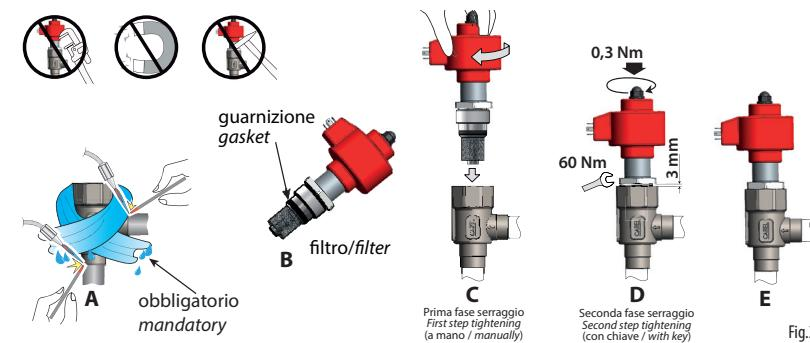

Fig.3
La valvola deve essere saldata al circuito seguendo la corretta direzione del flusso. Seguire la successione indicata in Fig. 3:
- Procedere alla saldatura orientando la fiamma verso l'estremità dei raccordi come da Fig. 3-A, insufflando in direzione ad uscire un opportuno gas inerte, utilizzando obbligatoriamente uno straccio bagnato avvolto al corpo valvola durante tutta l'operazione di saldatura. È consigliato l'utilizzo di una lega a base argento, Ag134 (ISO17672, composizione Ag 34% Cu 36% Zn 27,5% Sn 2,5%) oppure Ag145 (ISO17672, composizione Ag 45% Cu 27% Zn 25,5% Sn 2,5%). Il corpo valvola può essere saldato mediante GTAW (Gas Tungsten Arc Welding). La temperatura del corpo valvola deve essere sempre inferiore ai 100 °C.
- Verificare che la guarnizione (cod. E3VORI0300) della cartuccia sia presente e posizionata in sede (Fig. 3-B);
- Verificare che il filtro in rete metallica in dotazione (cod. E3VFL0100) sia inserito sulla cartuccia (Fig. 3-B). In caso contrario, posizionarlo come in figura e portarlo in battuta;
- Prima fase serraggio (a mano). Avvitare la cartuccia nell'apposito alloggiamento filettato del corpo valvola; eseguire l'operazione manualmente fino a 3 mm dalla completa battuta (Fig. 3-C). **Attenzione!** Fino a questa altezza, il montaggio manuale deve risultare agevole; in caso contrario, l'otturatore potrebbe non essere inserito correttamente nell'orifizio. **Attenzione!** Nel caso in cui lo stelo filettato fuoriuscisse completamente dalla sede di lavoro della cartuccia avvitare lo stelo senza il motore inserito e ruotare fino a quando non si sente un piccolo scatto (il quadro antirotazione è tornato in sede). Portare il driver in funzionamento manuale ed impostare un numero di passi pari a 480 (completa apertura); avviare la sequenza di passi, lo stelo si posizionerà all'interno della guida antirotazione per poter essere correttamente installato.
- Seconda fase serraggio (con chiave). Serrare la cartuccia sul corpo della valvola con una coppia di serraggio suggerita di 60 Nm utilizzando una chiave a forchetta 32 (Fig. 3-D). **Attenzione!** Nel caso in cui l'otturatore non sia inserito correttamente nell'orifizio, il serraggio finale potrebbe danneggiare la cartuccia.
- Inserire il motore nella cartuccia fino a fondo corsa, seguendo le indicazioni di Fig. 3-D e collegarlo al driver CAREL secondo le istruzioni riportate nelle Fig. 5-6.
The valves must be welded to the circuit ensuring the correct direction of flow. Follow the sequence illustrated in Fig. 3:
- When welding, direct the flame towards the ends of the fittings, as shown in Fig. 3-A, blowing a suitable inert gas in the outward direction with respect to the valve body, and wrapping a wet rag around the valve body throughout the welding process. It is recommended to use a silver-based alloy, Ag134 (ISO17672, composition Ag 34% Cu 36% Zn 27.5% Sn 2.5%) or Ag145 (ISO17672, composition Ag 45% Cu 27% Zn 25.5% Sn 2.5%). The valve body can be welded using the GTAW (gas tungsten arc welding) process. The valve body temperature must never exceed 100 °C.
- Check that the cartridge gasket (P/N E3VORI0300) is positioned correctly in place (Fig. 3-B);
- Check that the metal mesh filter supplied (P/N E3VFL0100) is fitted on the cartridge (Fig. 3-B). If not, position it as shown in the figure so that it is secured in place;
- First tightening (by hand). Screw the cartridge into the threaded seat on the valve body; screw by hand until 3 mm from fully tightened (Fig. 3-C). **Caution!** Up to this height, manual assembly should be easy; otherwise, the valve member may not be properly inserted into the opening.
- Second tightening (by spanner). Tighten the cartridge onto the valve body to a suggested tightening torque of 60 Nm using a 32 mm open-ended spanner (Fig. 3-D). **Caution!** If the member is not properly seated in the opening, final tightening may damage the cartridge.
- Insert the motor into the cartridge as far as it will go, following the instructions shown in Fig. 3-D and connect it to the CAREL driver, according to the instructions shown in Fig. 5-6.
Le détendeur doit être soudé au circuit en prenant soin de suivre la direction du flux. Suivre l'ordre indiqué sur la Fig. 3:
- Procéder au soudage en dirigeant la flamme vers l'extrémité des raccords comme indiqué sur la Fig. 3-A, en insufflant du gaz inerte vers la sortie en utilisant obligatoirement un chiffon humide enroulé autour du corps du détendeur pendant toute l'opération de soudage. Il est conseillé d'utiliser un alliage à base d'argent, Ag134 (ISO17672, composé de Ag 34 % Cu 36 % Zn 27,5% et Sn 2,5%) ou bien Ag145 (ISO17672, composé de Ag 45 % Cu 27 % Zn 25,5 % et Sn 2,5%). Il est possible de souder le corps du détendeur par GTAW (Gas Tungsten Arc Welding - Soudage TIG). La température du corps du détendeur doit toujours être inférieure à 100 °C.
- Vérifier que le joint (code E3VORI0300) de la cartouche est présent et en place (Fig. 3-B);
- Vérifier que le filtre à mailles métalliques fourni (code E3VFIL0100) est inséré sur la cartouche (Fig. 3-B). Si ce n'est pas le cas, le positionner comme indiqué sur la figure et le pousser à fond;
- Première phase de serrage (à la main). Visser la cartouche dans son logement fileté sur le corps du détendeur ; exécuter cette opération à la main jusqu'à 3 mm de la butée (Fig. 3-C). **Attention!** Jusqu'à cette hauteur, le montage manuel doit être facile; dans le cas contraire, l'obturateur pourrait ne pas être inséré correctement dans l'orifice. **Attention!** Si la tige filetée sort complètement du siège de travail de la cartouche, visser la tige sans que le moteur soit en marche et tourner jusqu'à ce qu'un petit clic se fasse entendre (le cadre anti-rotation est revenu dans son siège). Mettre le driver en mode manuel et régler le nombre de pas sur 480 (ouverture complète); lancer la séquence de pas, la tige se positionne à l'intérieur du guide anti-rotation afin d'être installée correctement.
- Deuxième phase de serrage (avec une clé). Serrer la cartouche sur le corps du détendeur au couple de serrage suggéré de 60 Nm en utilisant une clé plate 32 (Fig. 3-D). **Attention!** Si l'obturateur n'a pas été inséré correctement dans l'orifice, le serrage final pourrait endommager la cartouche.
- Insérer le moteur à fond dans la cartouche, en suivant les indications de la Fig. 3-D et le raccorder au driver CAREL en suivant les instructions des Fig. 5-6.
Das Ventil muss in der richtigen Durchflussrichtung in den Kreislauf eingeschweißt werden. Befolgen Sie die in Abb. 3 dargestellte Reihenfolge:
2. Richten Sie die Flamme auf das Ende der Fittings, wie in Abb. 3-A gezeigt; blasen Sie dabei Inertgas vom Ventilkörper nach außen. Dabei muss ein nasser Lappen während des gesamten Lötvorgangs um den Ventilkörper gewickelt sein. Verwenden Sie eine Legierung auf Silberbasis, Ag134 (ISO17672, Zusammensetzung Ag 34% Cu 36% Zn 27,5% Sn 2,5%) oder Ag145 (ISO17672, Zusammensetzung Ag 45% Cu 27% Zn 25,5% Sn 2,5%). Der Ventilkörper kann durch Wolfram-Inertgas-Schweißen geschweißt werden. Die Temperatur des Ventilkörpers muss immer unter 100 °C liegen.